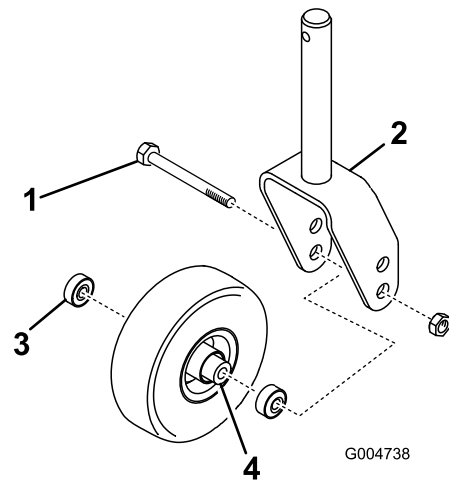

Bild 28
2. Entfernen Sie das Lager aus der Radnabe und lassen das Lagerdistanzstück herausfallen (Bild 28). Entfernen Sie das Lager aus der gegenüberliegenden Seite der Radnabe.
1. Entfernen Sie die Sicherungsmutter von der Schraube, mit der das Laufrad an der Gabel befestigt ist (Bild 28). Halten Sie das Laufrad fest und schieben die Schraube aus der Gabel oder vom Gelenkarm ab.